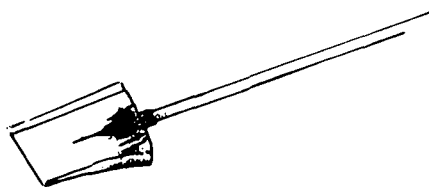

FIG. 2
- b) Pá quadrada (usada em material solto) (fig. 2).